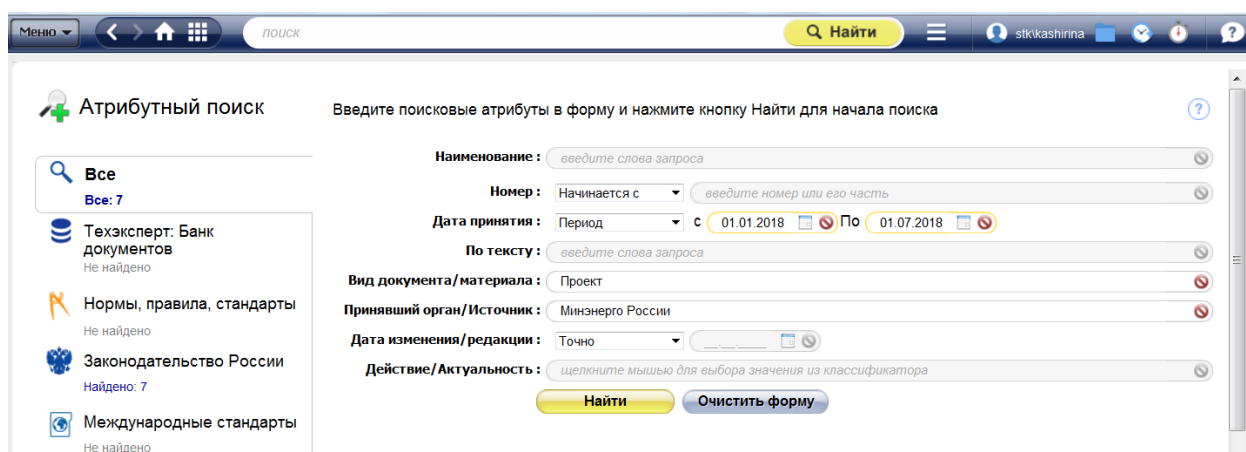

Рис. 6. Результаты атрибутивного поиска
- В итоге система нашла 7 документов в рубрике «Законодательство России» (рис. 6). Открыв эту рубрику, вы получите полный перечень результатов поиска.